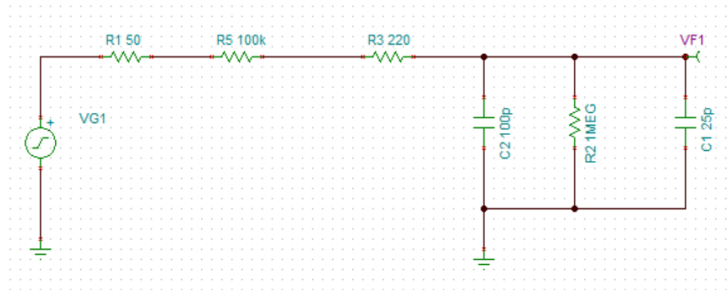

Figura 28: Circuito equivalente usando la punta 1:1(x1)
b) **Para la punta x1**, tenemos un circuito como el de la figura 28. Este circuito tiene en cuenta a la resistencia interna del generador, así como también a la capacitancia y resistencia interna del osciloscopio.